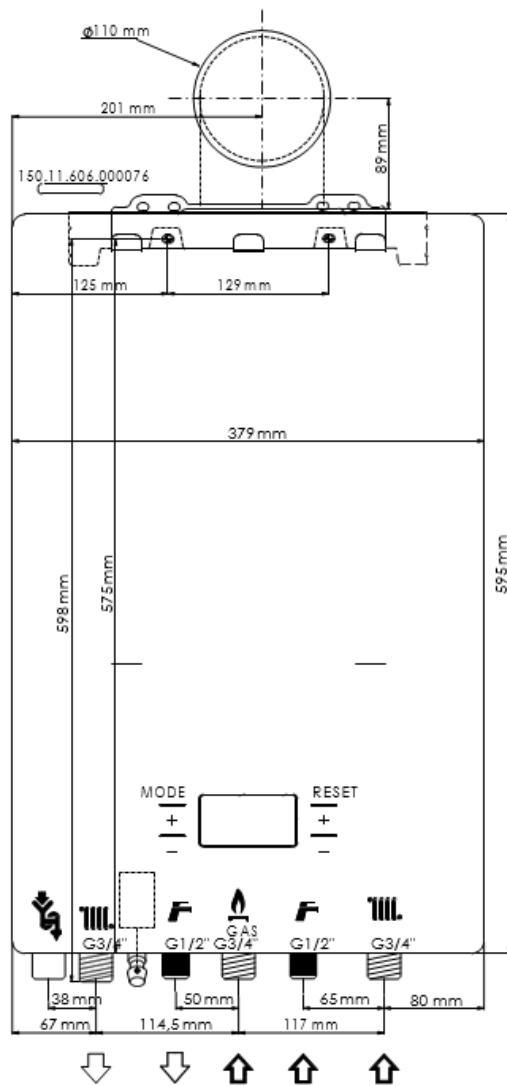

Figura 1
- I. Plantilla de instalación (Figura 1)